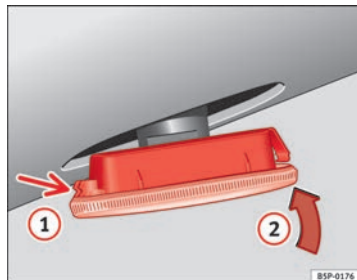

Fig. 190 Intermitente lateral
- Coloque el intermitente en primer lugar en el orificio de la carrocería, encajando las pestañas ⇒ fig. 190, flecha ①.
- Encaje la lámpara como indica la flecha ② ⇒ fig. 190.